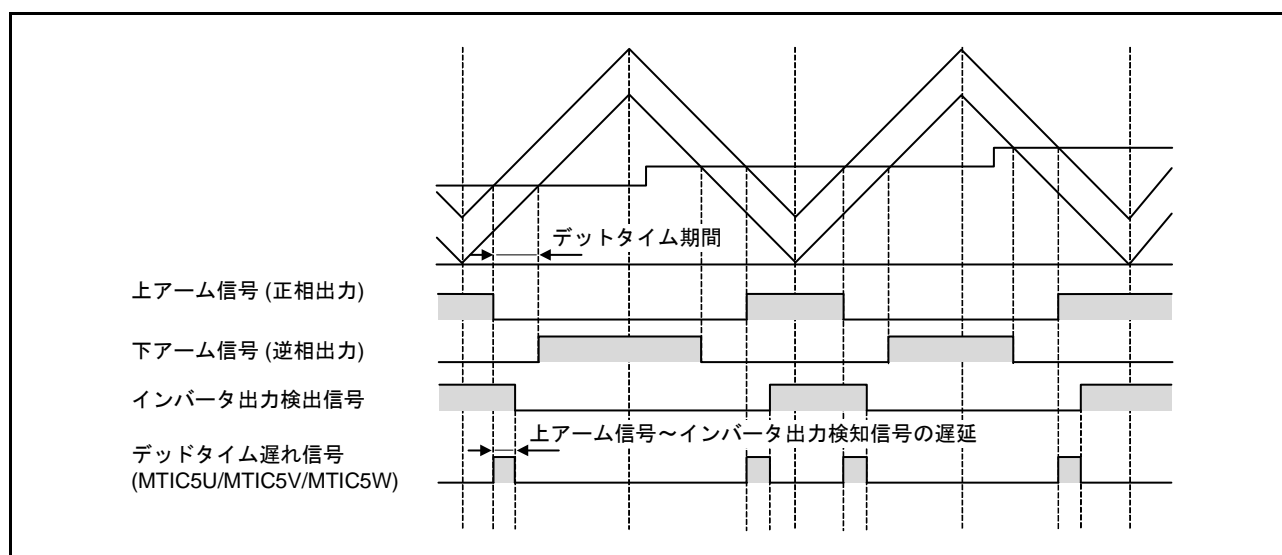
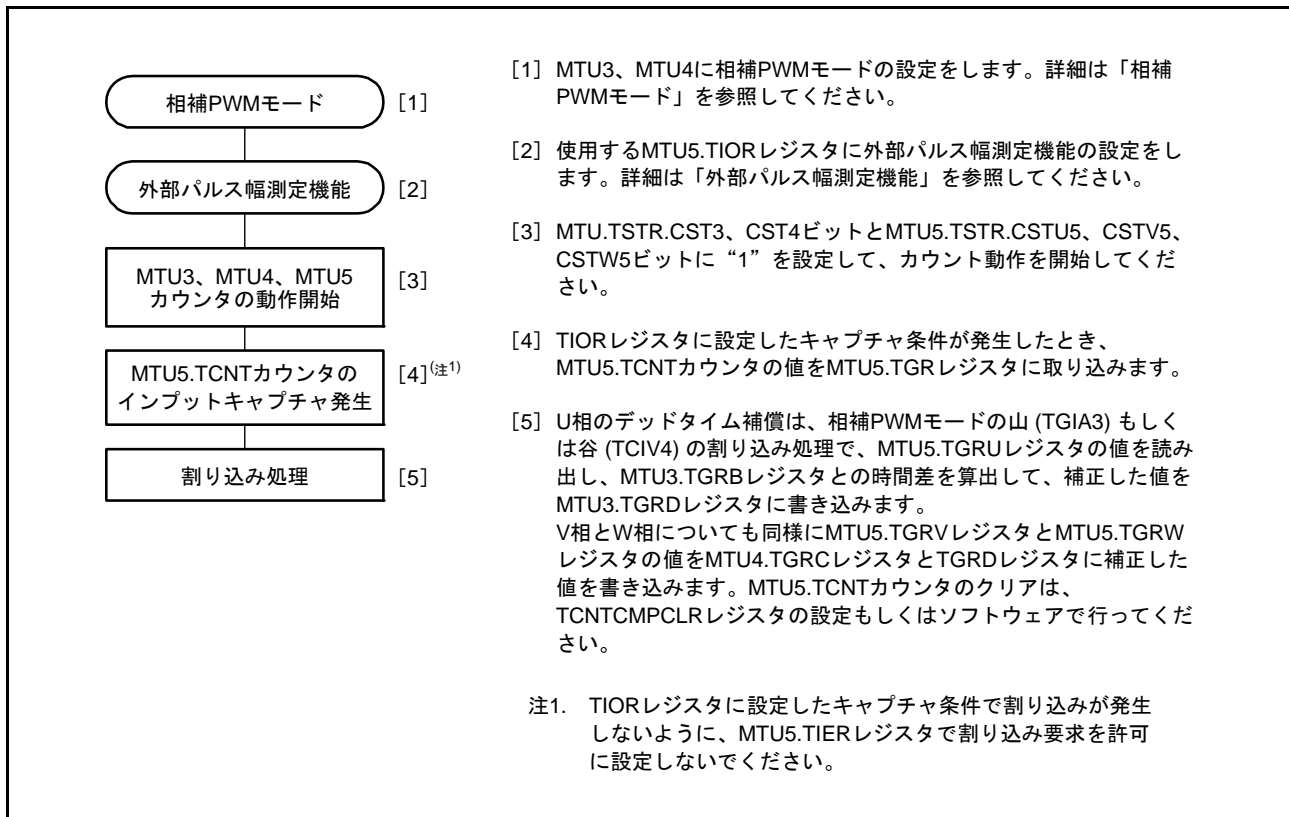

図 20.80 相補 PWM モード動作時のデッドタイム遅れ
図 20.81 デッドタイム補償機能の設定手順例
MTU5 の外部パルス測定機能でデッドタイム遅れを測定して、PWM 出力のコンペアレジスタに設定するデューティを補正することで、MTU3、MTU4 を使用した相補 PWM 動作時の PWM 出力波形に対するデッドタイムを補償することができます（図 20.80）。MTU3 ~ MTU5 を使用したデッドタイム補償の設定手順を図 20.81 に示します。このときの MTU5 の動作については、(2) 相補 PWM の山と谷での TCNTU、TCNTV、TCNTW カウンタキャプチャ動作を参照してください。
MTU5 の3本のカウンタを使用したデッドタイム補償機能の設定手順例を図 20.81 に示します。